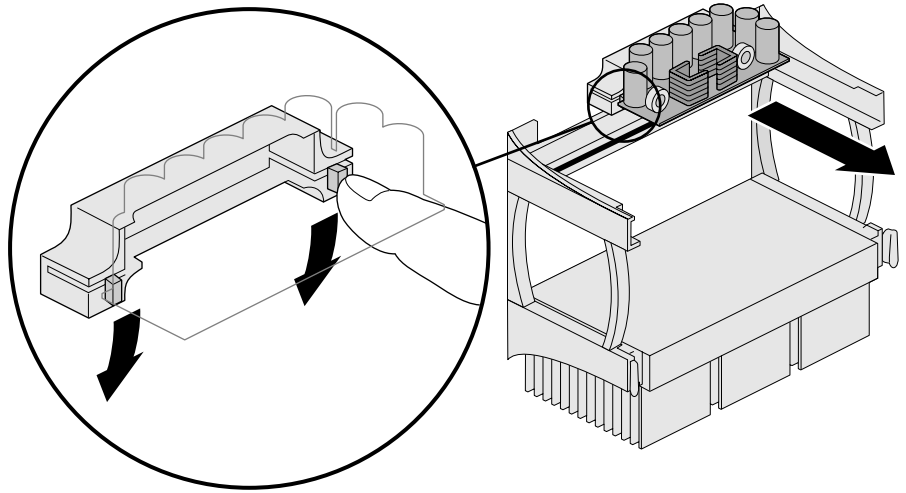

Figura 6-10 Rimozione dello stabilizzatore di tensione del processore
8. Se il processore secondario è stato rimosso ed è stata installata una scheda del terminatore del processore, occorre rimuovere anche lo stabilizzatore di tensione, come illustrato nella Figura 6-10.